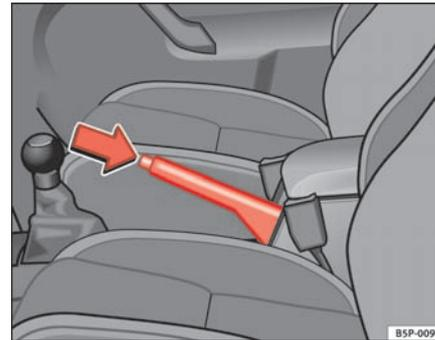

Fig. 104 Freno de mano entre los asientos delanteros
- Tire con fuerza de la palanca del freno de mano hacia arriba ⇒ **fig. 104**.
- Tire ligeramente de la palanca hacia arriba, presione el botón de desbloqueo en la dirección de la flecha ⇒ **fig. 104** y baje completamente la palanca ⇒ **⚠**.